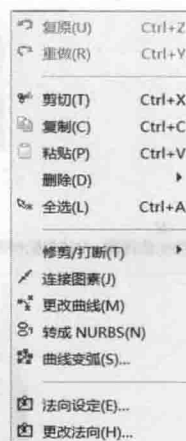

图 1-4 “编辑”菜单
(2) 编辑 此菜单可对绘制的图形进行修改操作，如复制、粘贴、打断和修剪等，如图 1-4 所示。